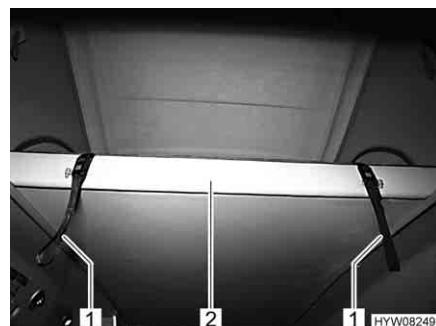

Fig. 56 Superficie utile ribaltabile
- Se la superficie utile ribaltabile è ribaltata verso l'alto: Tirare la superficie utile (Fig. 56,2) verso il basso utilizzando la cinghia ausiliaria (Fig. 56,1).